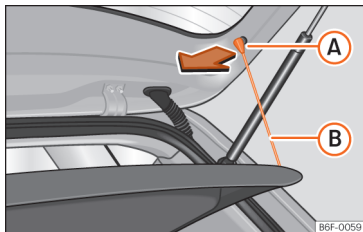

Abb. 121 Im Gepäckraum: Gepäckraumabdeckung aus- und einbauen.
- Hängen Sie die Haltebänder »» Abb. 121 B aus den Aufnahmen A aus.
- Hängen Sie die Haltebänder »» Abb. 121 B an der Heckklappe ein.